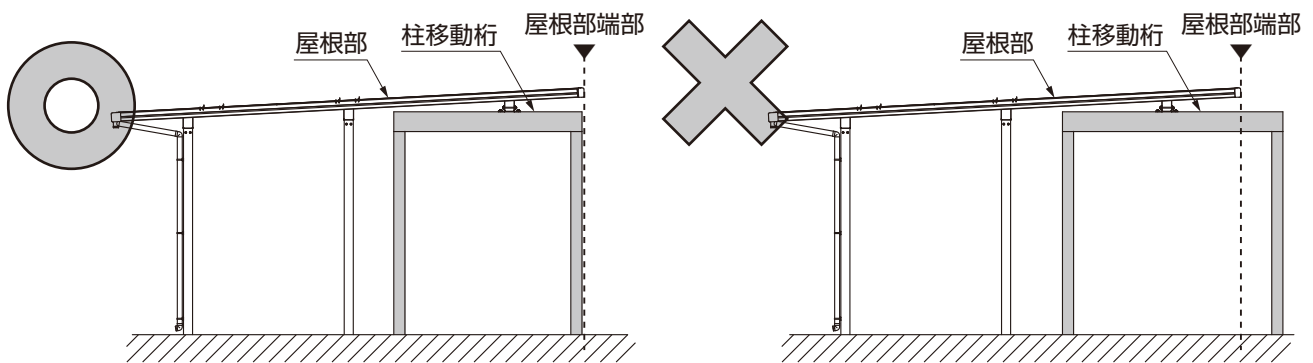

図3-2 柱移動桁と屋根部の位置関係（柱移動桁が水上側の場合）
- 柱移動桁が屋根部より内側に納まるようにしてください。（図3-2参照）